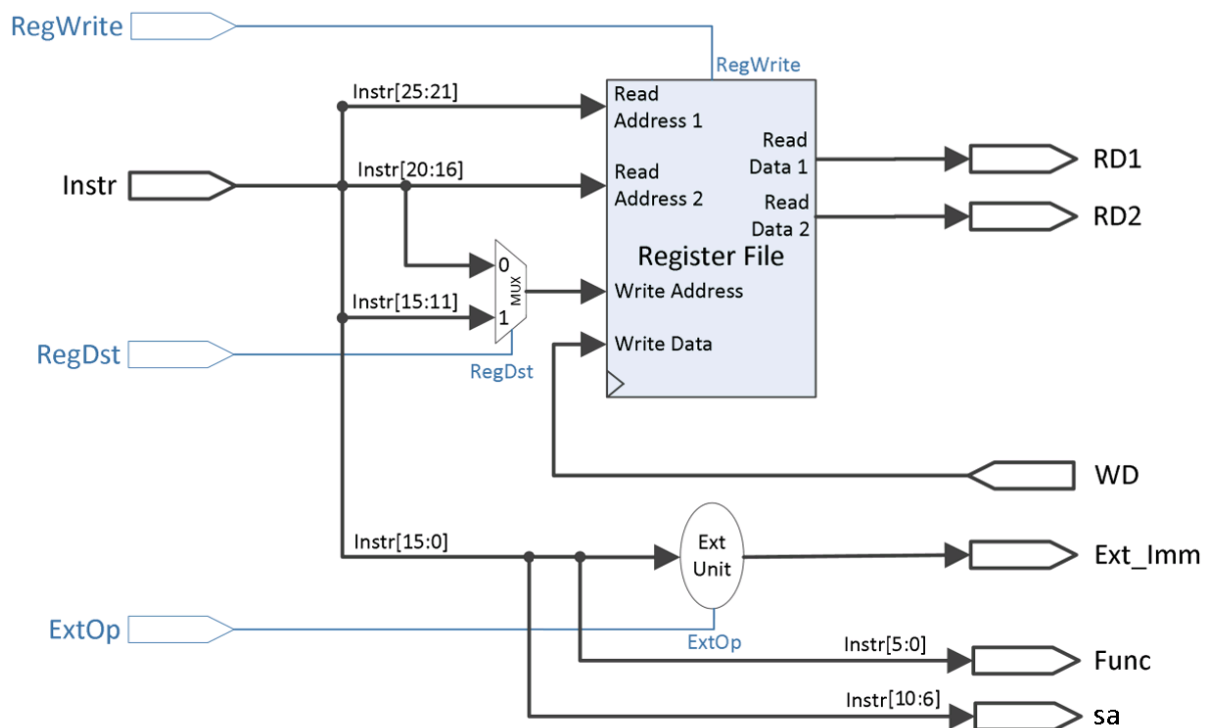

Figura 5: Unitatea ID, pentru MIPS 32, căile de date
Căile de date MIPS 32 pentru unitatea ID sunt prezentate în figura 5.
Ținând cont de descrierea unității ID din secțiunea 2, figura 5, descrieți o nouă componentă (entitate) pentru ID în proiectul test\_env, ca parte a procesorului MIPS 16. Toate câmpurile de date sunt pe 16 biți!
Entitatea ID va conține elementele prezentate în figura 5, care nu se vor descrie cu entități suplimentare, cu excepția RF (vezi laboratorul 3)!
**Atenție!** Aveți grijă la transformarea câmpurilor de date din figura 5 (MIPS 32) în versiunea proprie de implementare a MIPS pe 16 biți.